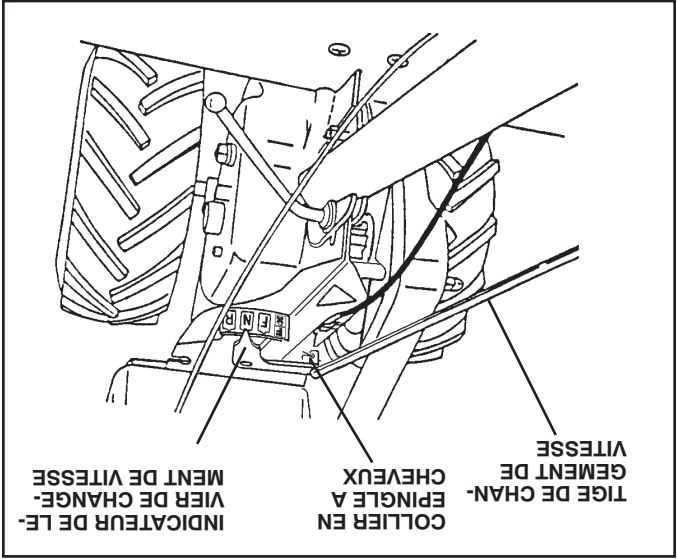

Fig. 7
VITESSE (Voir la Fig. 7)
- Assurez-vous que l'indicateur de levier de changement de vitesse est en position mort ("N") (Voir la Fig. 7).